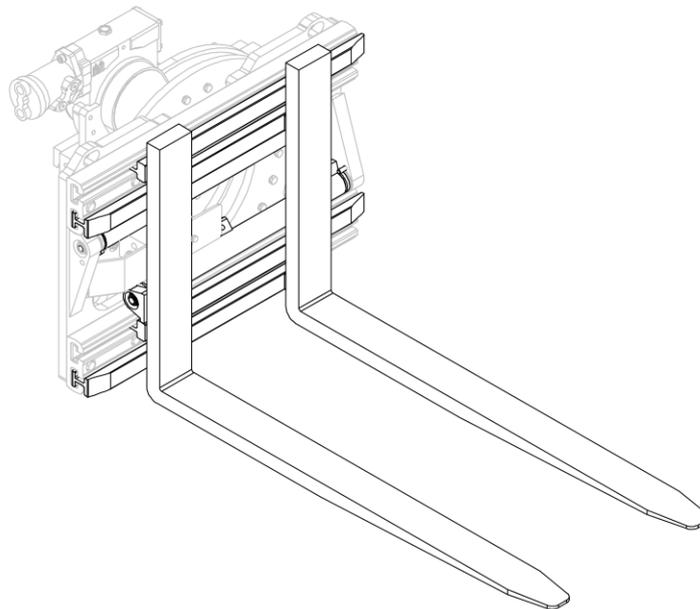
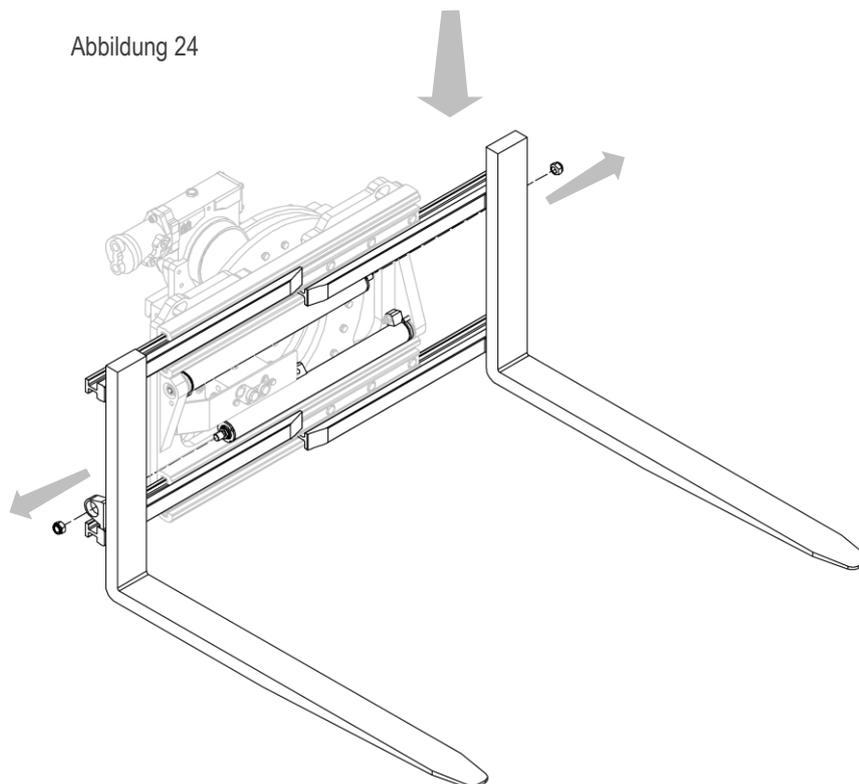

Abbildung 24
Abbildung 25
2. Entfernen Sie die Gabelzinken mit Gleitprofilen, nachdem Sie die entsprechenden Muttern zur Befestigung an den Zylindern abgeschraubt haben (siehe *Abbildung 24* und *Abbildung 25*).